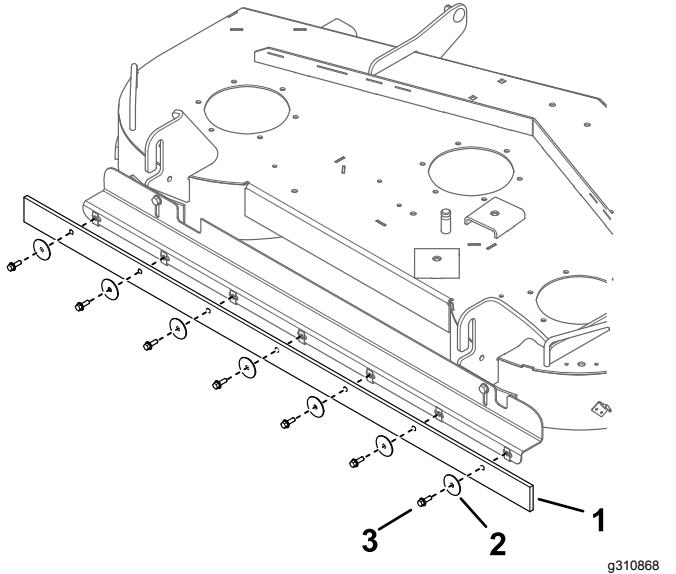

Bild 6
7. Montieren Sie den Abstreifer mit sieben Schrauben und sieben Unterlegscheiben an der Halterung (**Bild 6**).